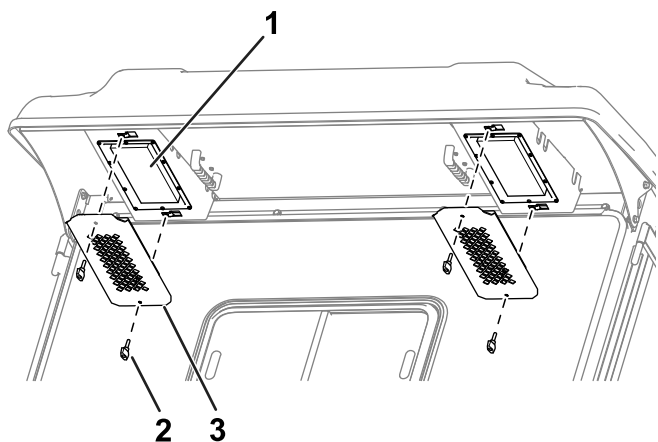

図 84
1. 後方のオーバーハング部からノブと格子を取り外す **図 84**。
4. フィルタをキャブに取り付け、格子とノブで固定する 図 84。